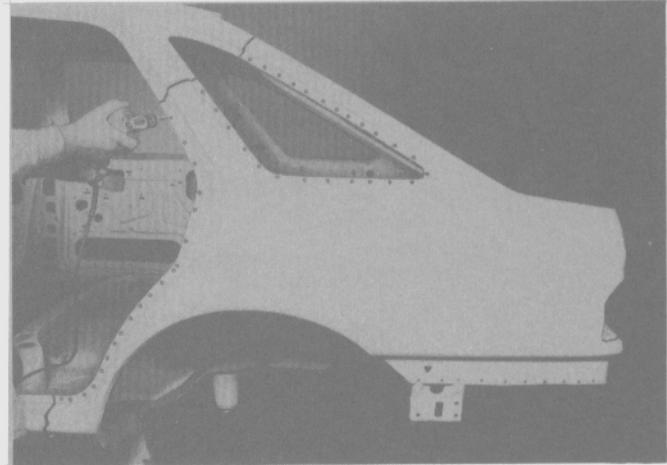

Fig. 201
- Perforar los puntos de soldadura en la abertura de la ventanilla, la abertura de puerta, el panel del piso y el pasarruedas (Fig. 201).